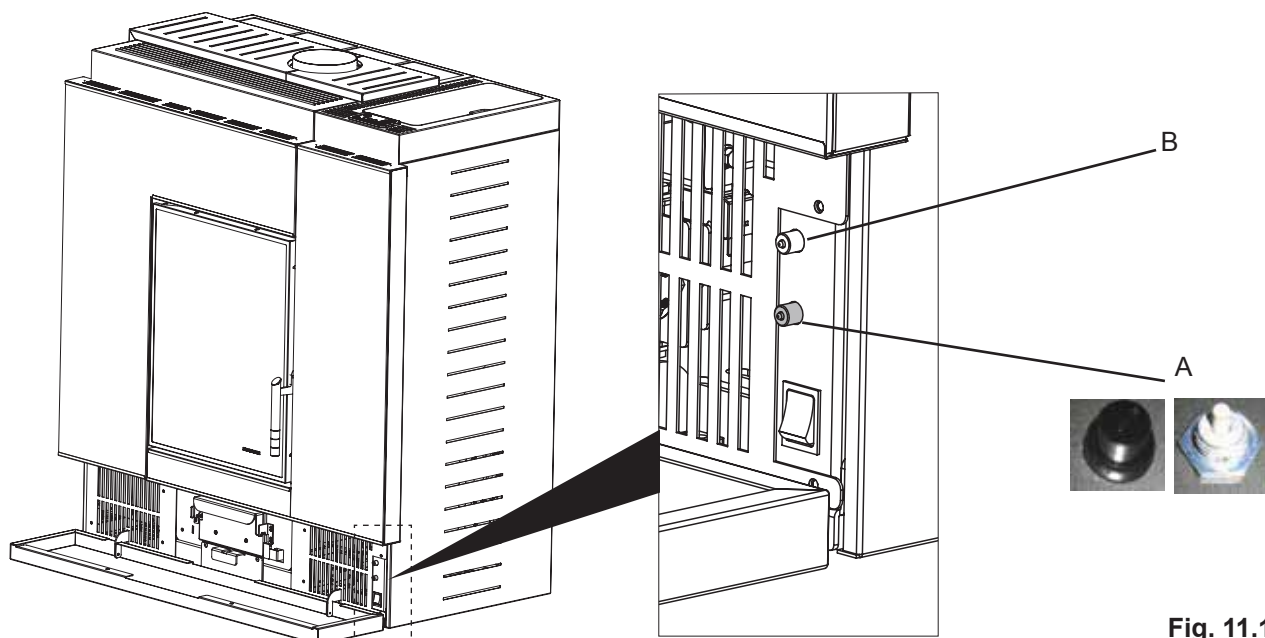

Fig. 11.1
En présence du code d'erreur E108, il peut être nécessaire de réactiver le thermostat manuellement (Fig. 11.1-A). Dévisser le bouchon de protection et appuyer sur le bouton d'activation.
- Lancer le nettoyage et appuyer pendant cinq secondes sur le micro-interrupteur (Fig. 11.1 - B) en laissant la porte du poêle.